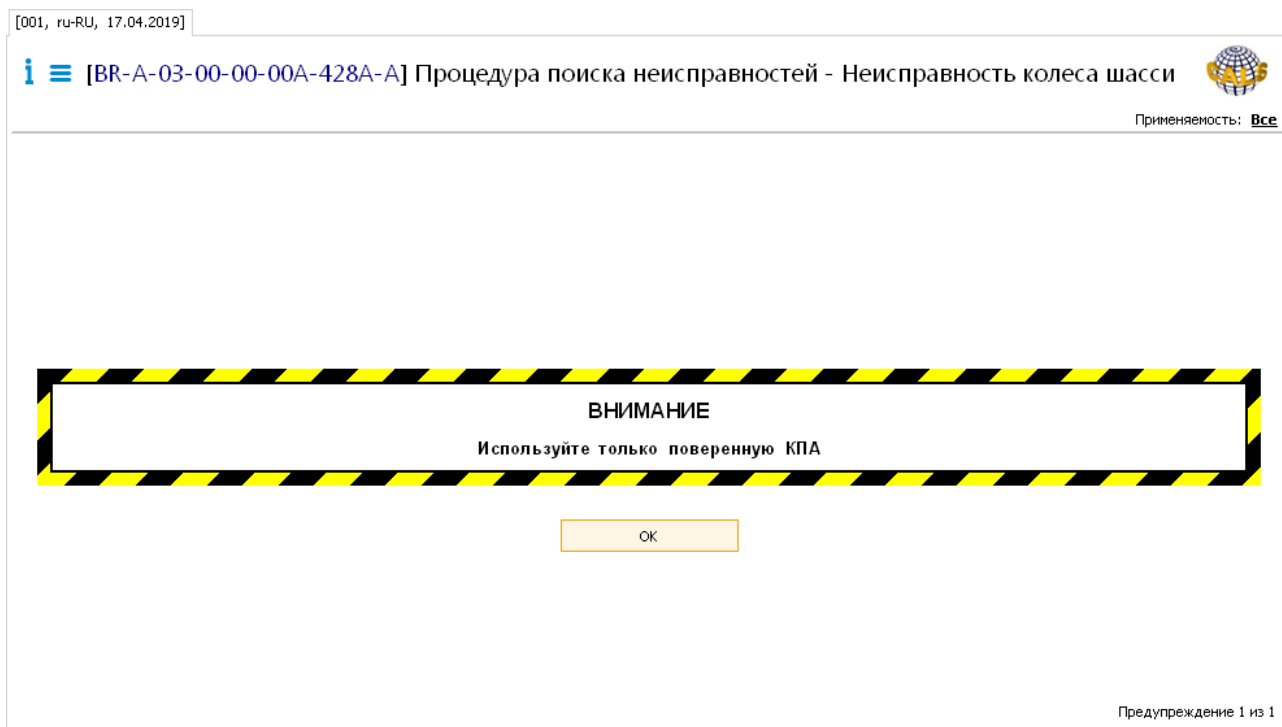

Рис. 165
2. На вкладке **Структура** выберите МД типа «Процедура поиска неисправности». В правом окне появится сообщение с предупреждениями, введенными в предварительных требованиях (или со всеми, в зависимости от настроек) (Рис. 165).